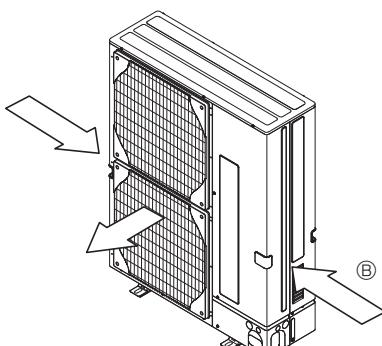

Fig. 2-5
- Posisjon enheten slik at luftutløpet står vinkelrett på den rådende vindretningen for årstiden, hvis det er mulig. (Fig. 2-5)